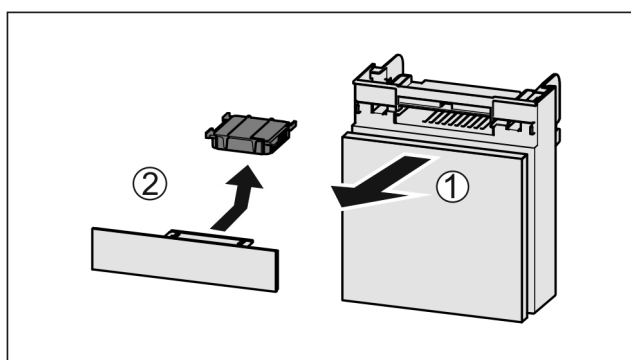

Fig. 80
- Zásuvku vytáhněte dopředu Fig. 80 (1).
- Filtr s aktivním uhlím vyjměte Fig. 80 (2).